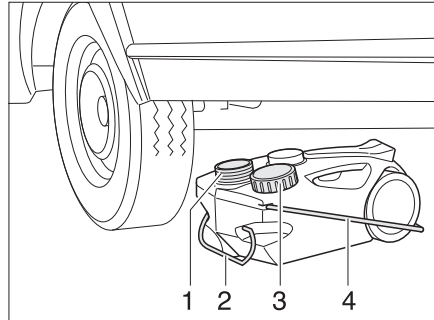

Fig. 145 Réservoir d'eaux usées, mobile
- Fermer l'ouverture du réservoir d'eaux usées (Fig. 145,1) à l'aide du couvercle (Fig. 145,3).
- Retirer le réservoir d'eaux usées par la poignée (Fig. 145,2).
- Rabattre la poignée de manutention (Fig. 145,4) vers le haut et placer le réservoir d'eaux usées.